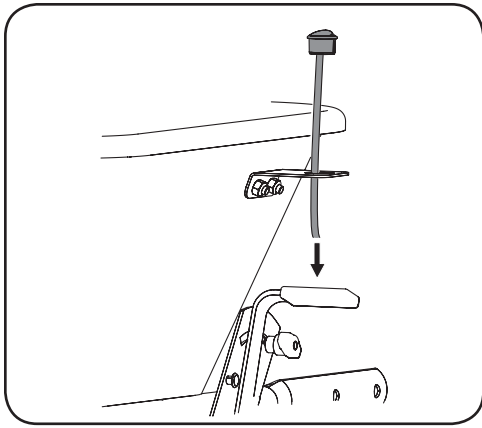

Figura 2-17
8. Pase el mazo de cables del interruptor a través del soporte del mazo de cables del interruptor e insértelo en la ménsula. Consulte la Figura 2-17.